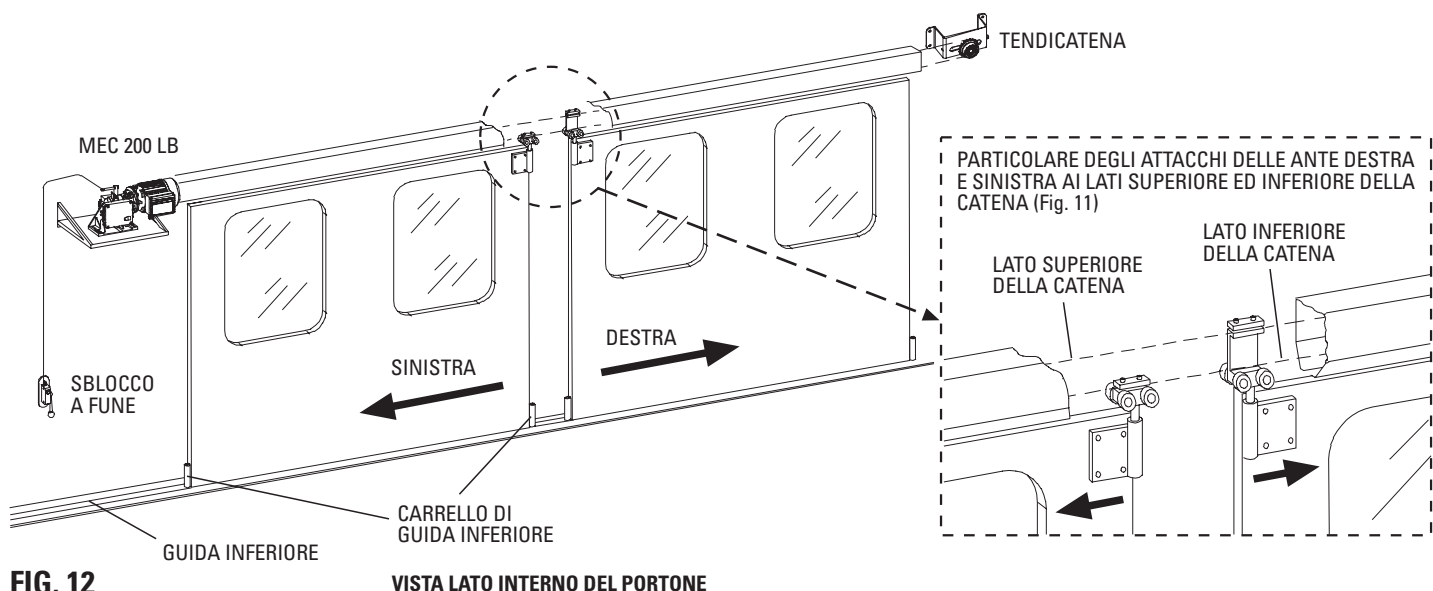

FIG. 12
IMPORTANTE: Nelle installazioni con due portoni aventi una singola automazione MEC 200 LB, collegare la prima anta di ogni portone al singolo lato della catena, seguendo il giusto movimento della catena con lo spostamento delle singole ante (Fig.12).
- Una volta collegati i portoni alla catena, eseguire delle manovre di aperture manualmente con il MEC 200 LB sbloccato e verificare che tutti gli attacchi siano corretti (Fig.12).